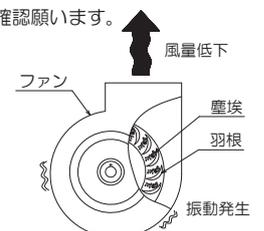

図2-4 塵埃による現象
- ・ファンランナに塵埃が堆積すると、風量の低下、アンバランスによる振動の発生や軸受損傷の原因となります。(図2-4 参照)